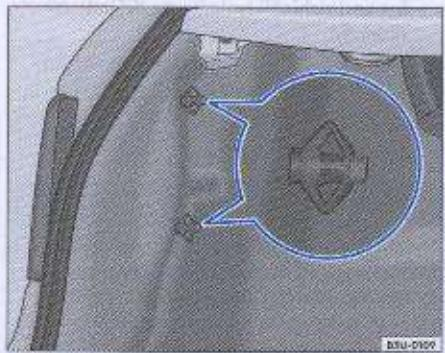

Fig. 146: Remoción de la luz trasera en la carrocería
- Suelte los tornillos mariposas ⇒ fig. 146 y remuévalos, agarrando, al mismo tiempo, el conjunto de las linternas.